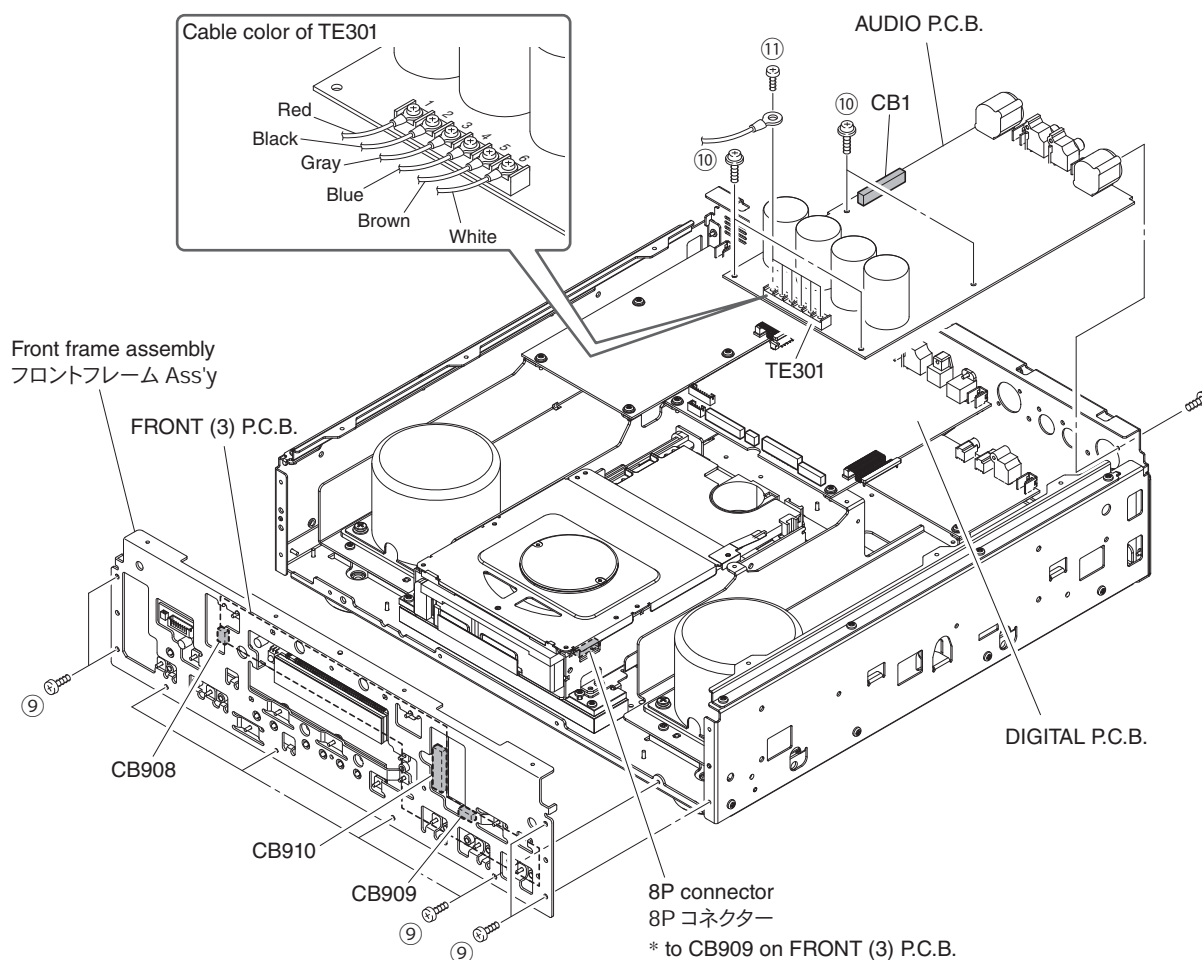

Fig. 4
- Remove 8 screws (⑨). (Fig. 4)
- Remove CB908, CB910 and 8P connector. (Fig. 4)
- Remove the front frame assembly. (Fig. 4)
- Remove 4 screws (⑩). (Fig. 4)
- Remove 6 screws (⑪) and disconnect 6 cables. (Fig. 4)
- * Make sure that all the removed cables are reinstalled at specified positions. (Fig. 4)
- Remove CB1. (Fig. 4)
- Lift the front of AUDIO P.C.B. and then remove it. (Fig. 4)
- ⑨ のネジ 8 本を外します。 (Fig. 4)
- CB908、CB910、8P コネクターを外します。 (Fig. 4)
- フロントフレーム Ass'y を外します。 (Fig. 4)
- ⑩ のネジ 4 本を外します。 (Fig. 4)
- ⑪ のネジ 6 本を外し、ケーブル 6 本を外します。 (Fig. 4)
- * 取り外したケーブルはすべて決められた位置に取り付けてください。 (Fig. 4)
- CB1 を外します。 (Fig. 4)
- AUDIO P.C.B. の前方を持ち上げて外します。 (Fig. 4)